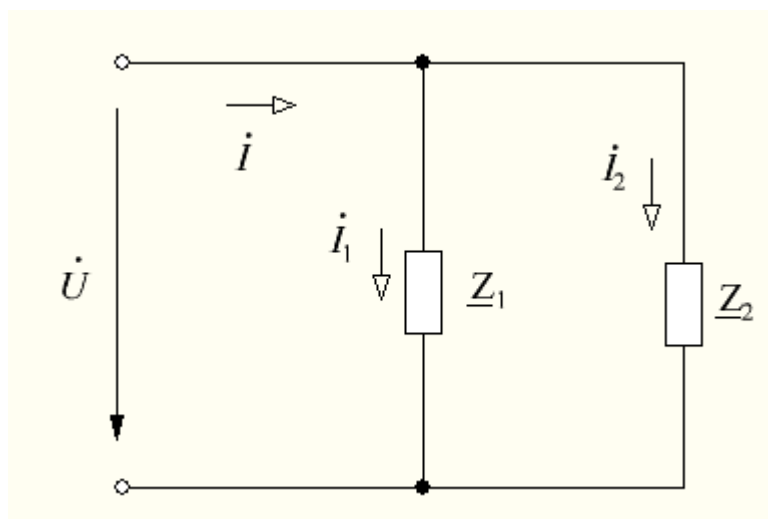

Рисунок 8 – Схема замещения электрической цепи
3. Определим сопротивление ветвей цепи в комплексном виде (см. рис. 8):